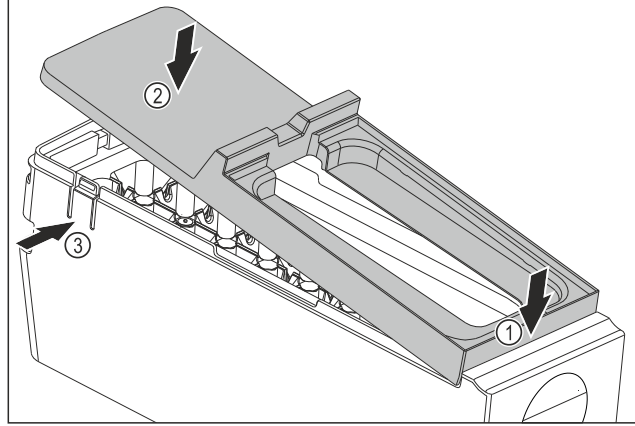

Fig. 123
- EasyTwist-Ice gövdesinin kapağını monte edin: Kapağı önden yerleştirin. Fig. 123 (1)
- Kapağı arkadan aşağı indirin. Fig. 123 (2)
- Kapak iki kulağa Fig. 123 (3) duyulur şekilde oturur.